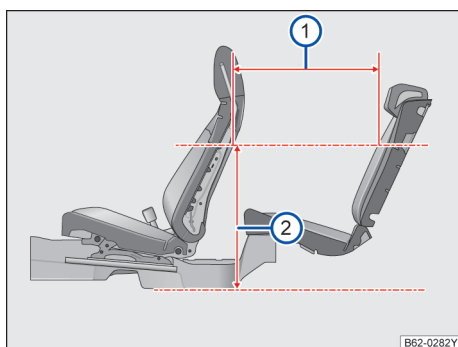

图 64 座间距
当前后排座椅都位于设计位置时，在距离地板位置 620mm 处→图 64 ②，座间距为 706mm →图 64 ①。